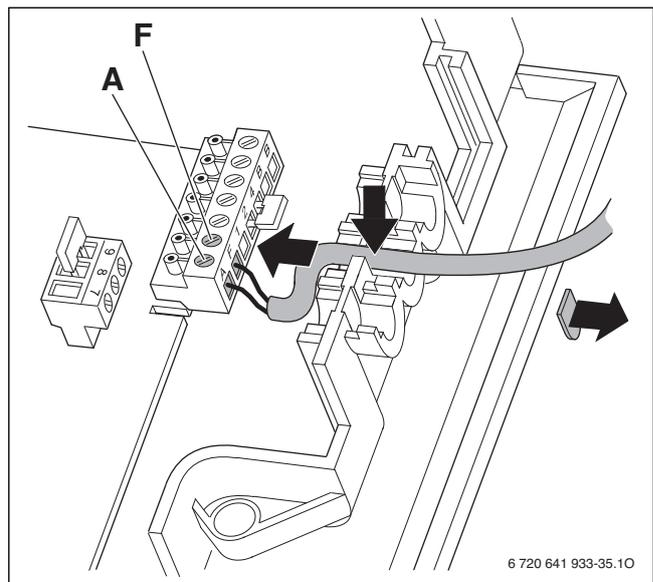

Fig. 42 Câblage électrique de la sonde de température extérieure
- ▶ Raccorder le câble de la sonde de température extérieure conformément à la fig. 42.